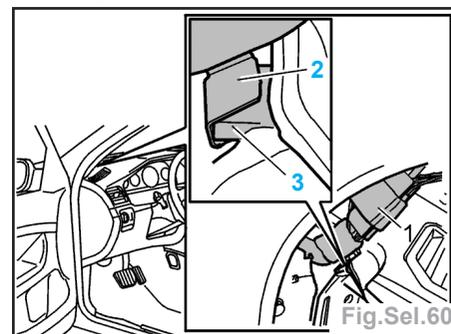

Fig.Sel.60
- Transférer les buses de ventilation (Fig.Sel.60).